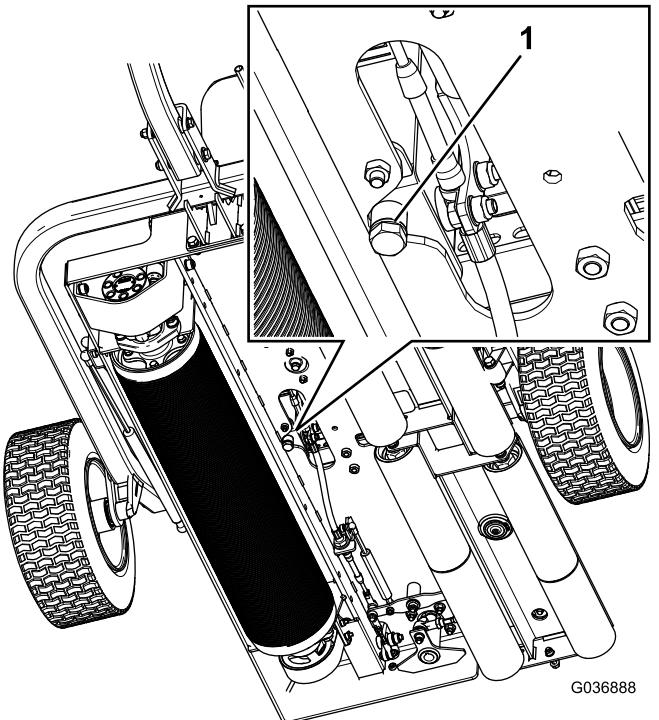

Figura 35
2. Retire o tampão de escoamento da parte inferior do depósito (Figura 35).